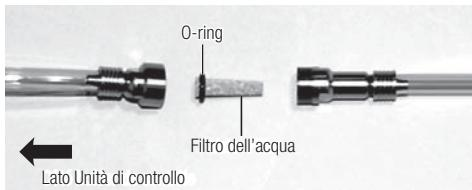

Fig. 26
- È possibile rimuovere il filtro dell'acqua quando il suo alloggiamento è smontato, come illustrato nella Fig. 26. Sostituirlo con un filtro nuovo e rimontarlo seguendo le istruzioni all'inverso.
Assembla l'Acqua Filter nella direzione corretta come mostra Fig.26.